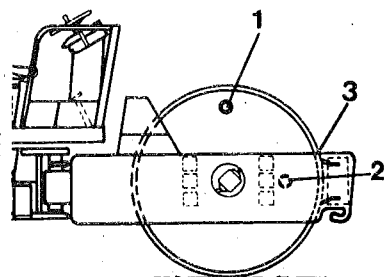

Fig. 55 Llenado de aceite
3 Poner la máquina sobre base plana, de modo que el tapón (1) quede en la parte más alta, véase fig. 55. En últimos modelos hay también una marca de nivel (3) que, cuando el tapón (1) está en la parte superior, ha de quedar a la altura de la parte superior del larguero.